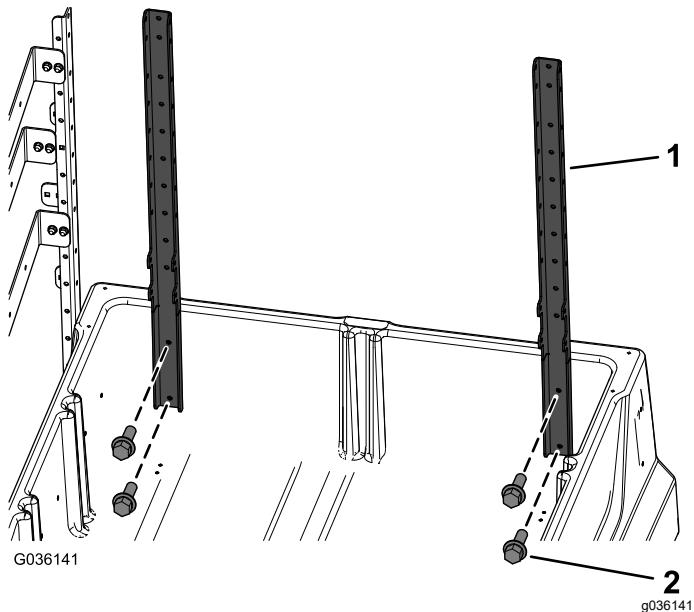

图 4
3. 如图 4 所示用 4 个六角头螺丝 $1/4 \times 3/4$ 英寸将 2 个前立架支架松松地安装到货斗的外侧。